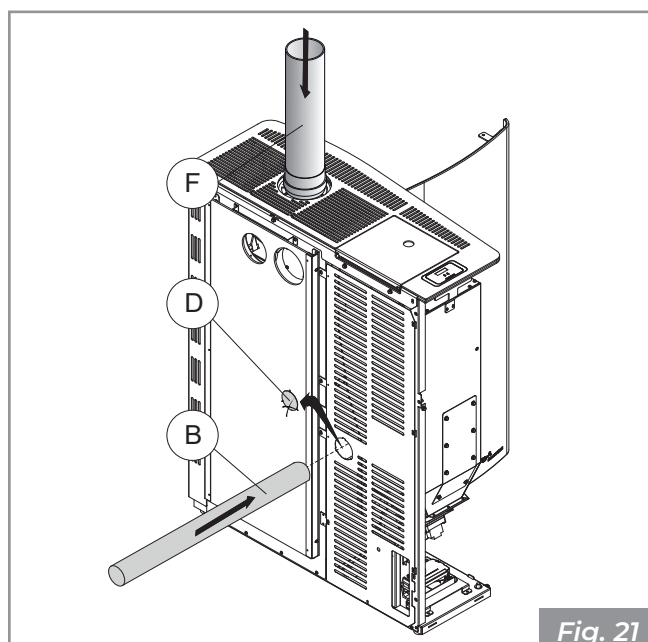

Fig. 21
- Quitar la chapa pre-cortada (D) del respaldo. Conectar el tubo flexible del aire comburente (B) a la curva de 90°, haciéndolo pasar por el agujero libre del respaldo para luego conectarlo a una toma de aire externa. Conectar el tubo de salida humos (F - Fig. 21).